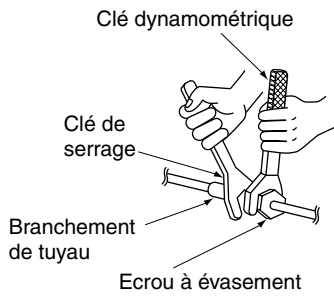

Fig. 8
- Veillez à utiliser conjointement une clé à écrous et une clé dyna-mométrique, comme indiqué sur le dessin, lorsque vous assemblez ou désassemblez les tuyaux à/de l'unité. (Reportez-vous à la Fig. 8)